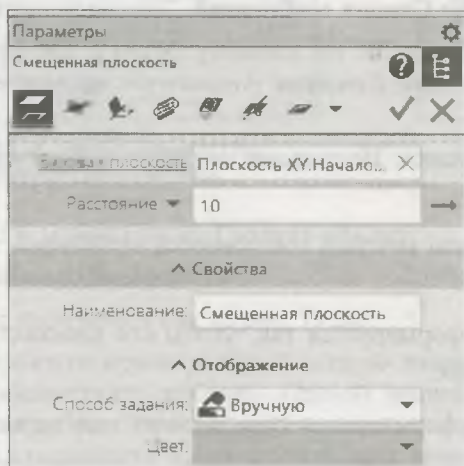

Рис. 19.24. Панель Параметры: Смещенная плоскость
- ♦ укажите базовую плоскость в **Дереве модели** или в **Графической области**. На панели **Параметры: Смещенная плоскость** (рис. 19.24) в окне **Базовая плоскость** появится объект **Плоскость XY**. В поле **Расстояние** введите значение 5. Нажмите кнопку **Создать объект** — в **Дереве модели** появится элемент **Смещенная плоскость:1**, а в графической области вспомогательная плоскость голубого цвета;